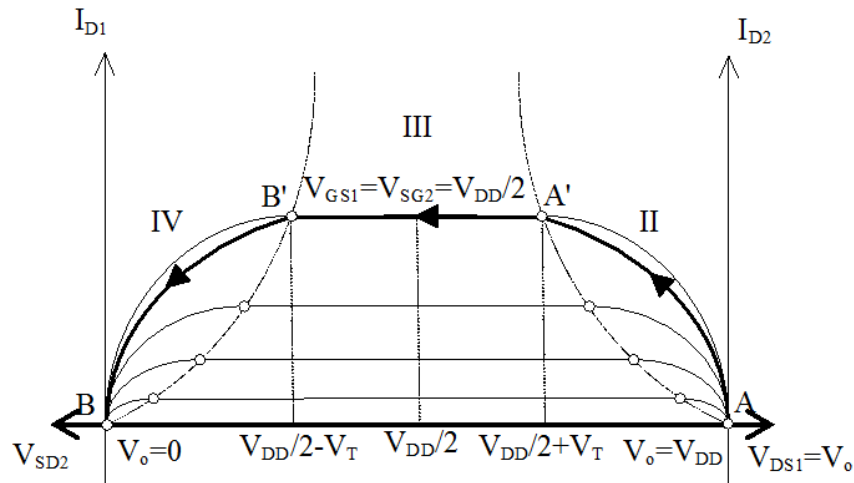

Fig. 9.8. Características de salida del inversor CMOS.
- La **región I** corresponde a $0 \leq V_i \leq V_T$. Puesto que $V_{GS1} \leq V_T$, el transistor Q_1 (NMOS) se mantiene al corte. Como $I_D = 0$, $V_{SD2} = 0 \leq V_{SG2} - V_T = V_{DD} - V_i - V_T$, y entonces el transistor Q_2 (PMOS) se mantiene en zona óhmica. La tensión de salida V_o es V_{DD} (suponemos que no hay carga en la puerta, es decir, $I_O = 0$), en el punto A de las características de salida (ver Fig. 9.8).
La región II corresponde entonces a $V_T \leq V_i < V_{DD}/2$, con Q_1 en zona de saturación y Q_2 en zona óhmica. La tensión de salida V_o varía desde V_{DD} ($V_i = V_T$) en el punto A hasta V_o ($V_i = V_{DD}/2$) en el punto A' de las características de salida (ver Fig. 9.8):
- La **región III** corresponde a $V_i = V_{DD}/2$, con Q_1 y Q_2 en zona de saturación, entre los puntos A' y B' de las características de salida (Fig. 9.8). La corriente es máxima y vale:
hasta $V_o = 0$, para $V_i = V_{DD} - V_T$, en el punto B de las características de salida (ver Fig. 9.8).
- La **región V** corresponde con $V_i \geq V_{DD} - V_T$, con Q_1 en zona óhmica y Q_2 al corte ($V_{SG2} \leq V_T$), en el punto B de las características de salida (Fig. 9.8). La intensidad de corriente es cero ($I_D = 0$) y la salida queda puesta a cero voltios a través de la resistencia de canal de Q_1 .